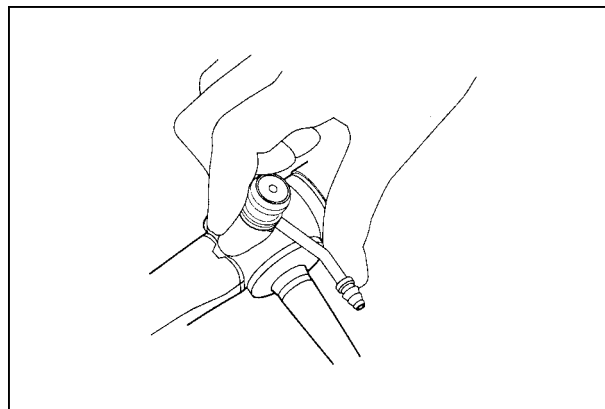

Рис. 7.6.
2. Извлеките аспирационный клапан из эндоскопа (см. рис. 7.6).